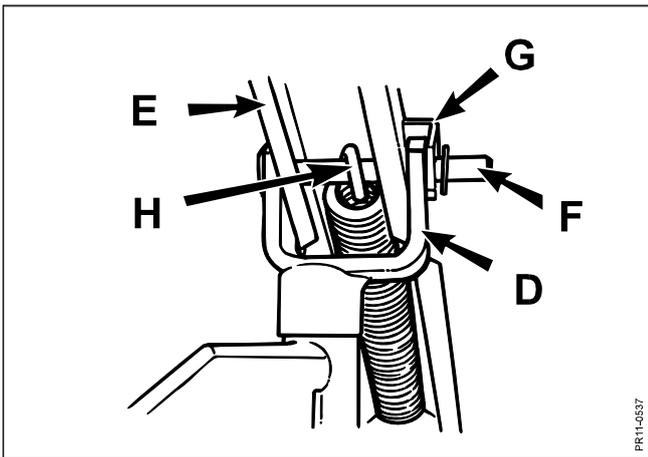

Fig. 1-3
- Fig. 1-3:** La forcella D della testa del telaio viene collegata al dispositivo di scarico E tramite il perno F. Contemporaneamente ricordatevi di montare il blocco per il parcheggio G e la molla di sicurezza H.